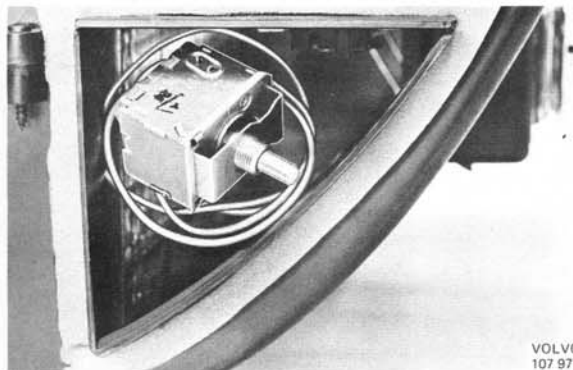

Abb. 27 Ablage des Thermostaten in der Öffnung des Klimatorgehäuses
3. Schalttafel entsichern und herunterklappen. Thermostaten von der Schalttafel lösen und den Fühlkörper so eng zusammenwickeln, daß dieser in der Öffnung des Klimatorgehäuses abgelegt werden kann. (Abb. 27).